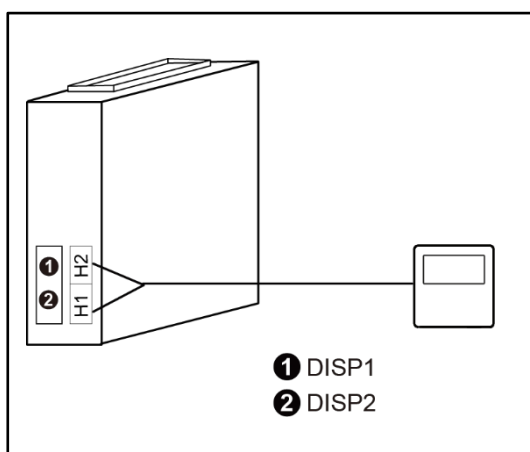

Fig. 5.4.1
- 1) La fig. 5.4.1 muestra la instalación del controlador con cable.